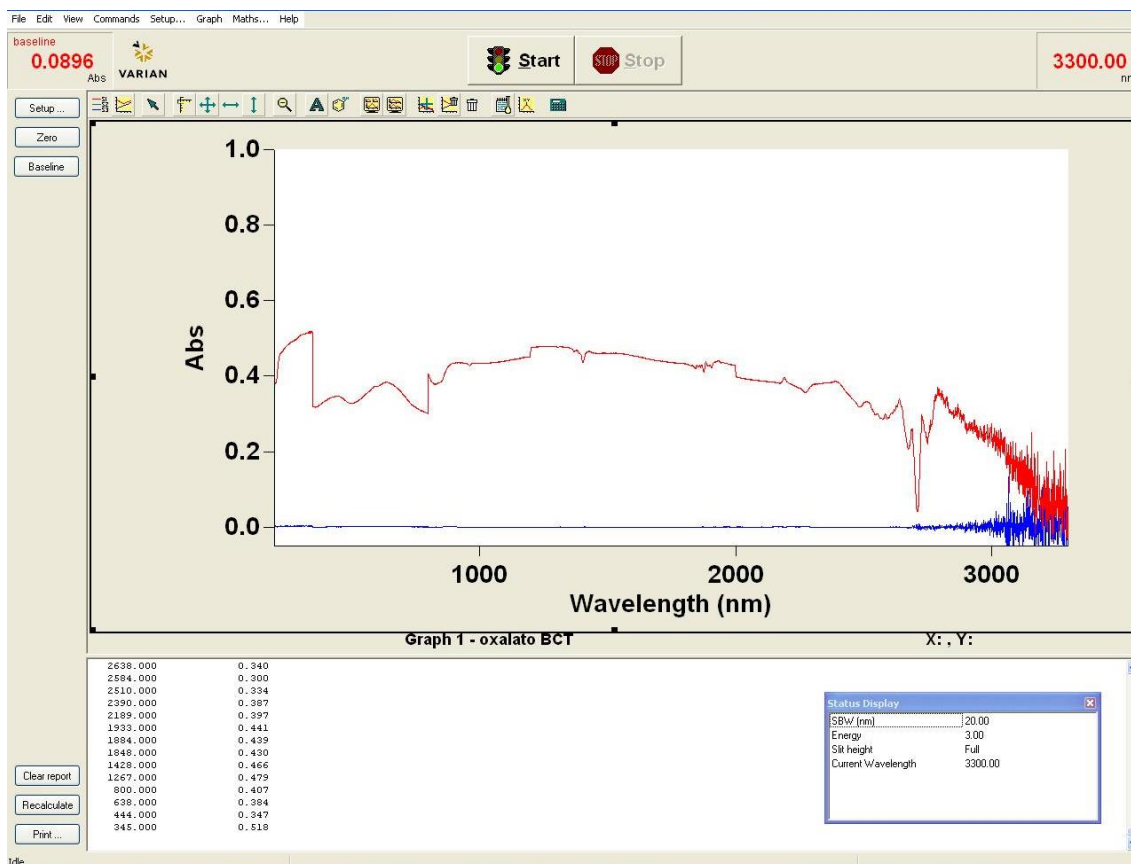

Figura 21 Exemplo de espectro obtido no Cary 5000
- XIV. Após o término da varredura, o botão *Start* voltará a ficar disponível e as informações de medida estarão descritas abaixo do gráfico. A Figura 21 é um exemplo de espectro obtido no equipamento. É normal ruído próximo de 3000 nm.